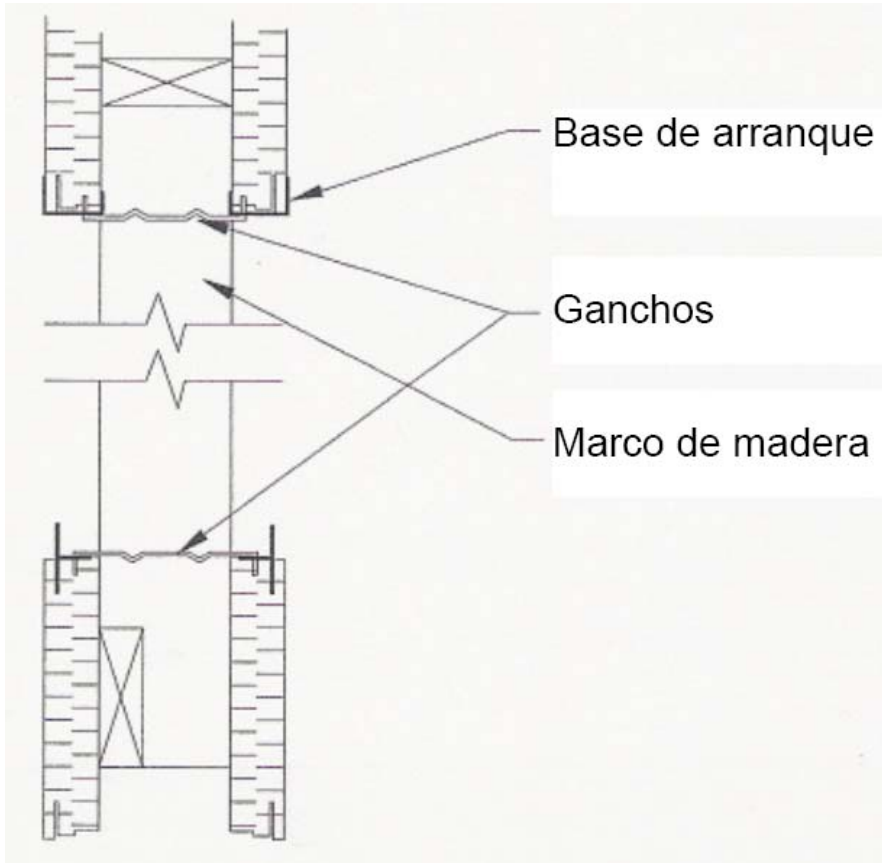

Figura 13.c. Reten de los paneles antes de la chorrea
- No olvidar retener los paneles de encofrado con la ayuda de ganchos de amarre hasta por dentro de marco de madera (figura 13.c).